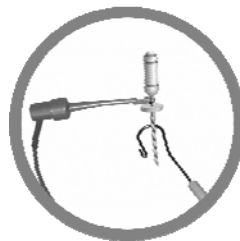

Рис.16
7.7. Проверка целостности электрической цепи апекслокатора (рис.16)